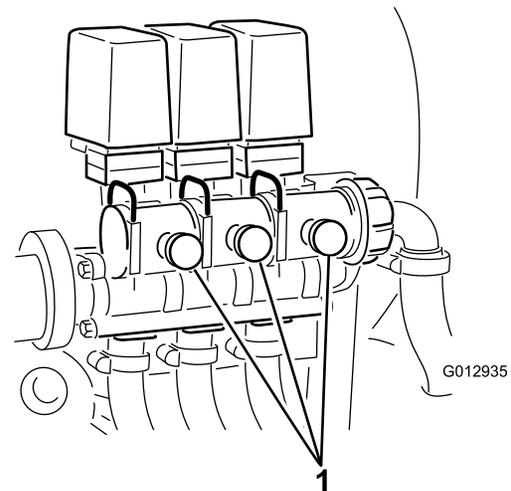

Bild 24
9. Stellen Sie das Sicherheitsventil des Auslegers (Bild 24) hinten am Auslegersteuerventil des Auslegers ein, den Sie abgestellt haben, bis der am Druckmanometer angezeigte Druck dem Wert in Schritt 7 entspricht.